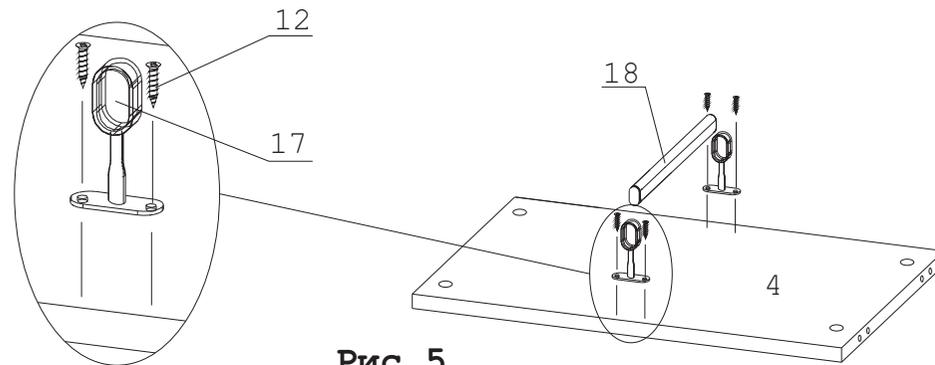

Рис. 5
5. Прикрутить штангодержатели 17 к горизонтали 4 саморезами 12, установив между ними штангу 18 (Рис. 5)